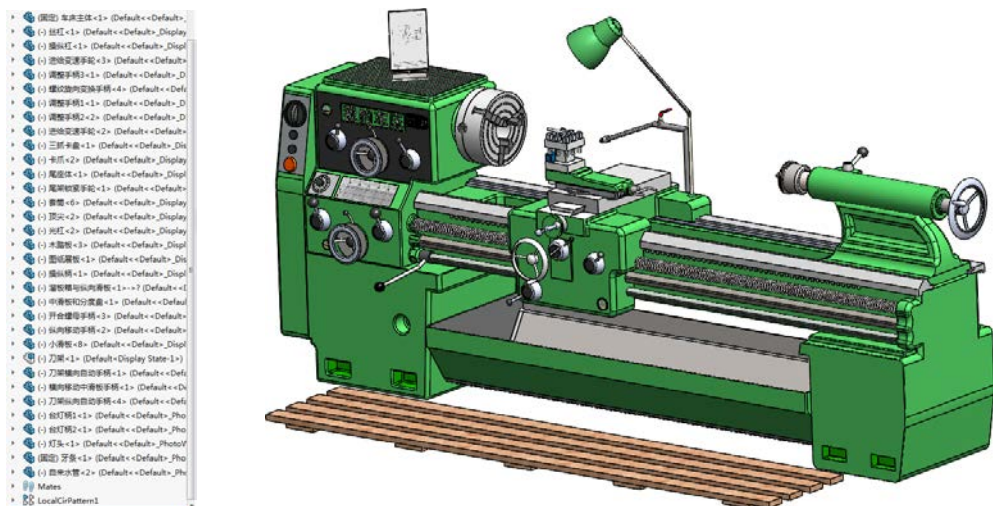
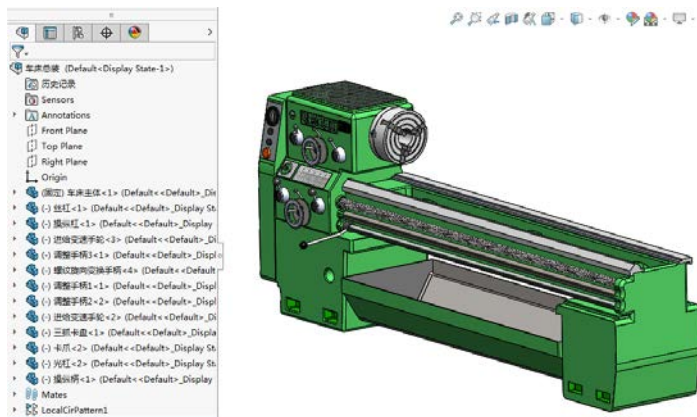
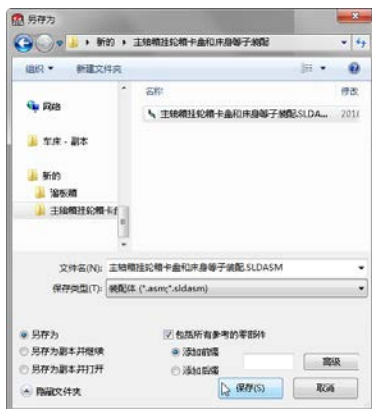

图 9-51 本实例要进行优化的车床装配体和其当前特征树
图 9-52 删除溜板箱和尾座后的装配体
图 9-53 将装配体另存
本实例将通过车床装配体进行优化，如使用子装配体、去除参数、设置图像品质等，达到减少系统资源占用，提高运行速度的目的。要优化的车床装配体如图 9-51 所示。
STEP 1 打开本书提供的素材文件“车床总装.SLDASM”，如图 9-51 所示，删除溜板箱和尾座部分的实体模型，如图 9-52 所示。然后新建文件夹，将目前的装配体（含所有文件）保存为“主轴箱挂轮箱卡盘和床身等子装配.SLDASM”，如图 9-53 所示。